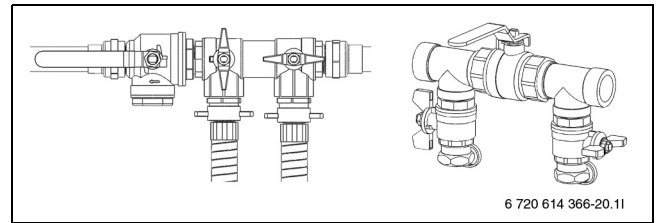

Рис. 25 Узлы заполнения в положении повышения давления
- ▶ После выпуска воздуха создайте в контуре давление. Установите краны узла заполнения в положение повышения давления и создайте давление в контуре от 2,5 до 3 бар (→ рис. 25).